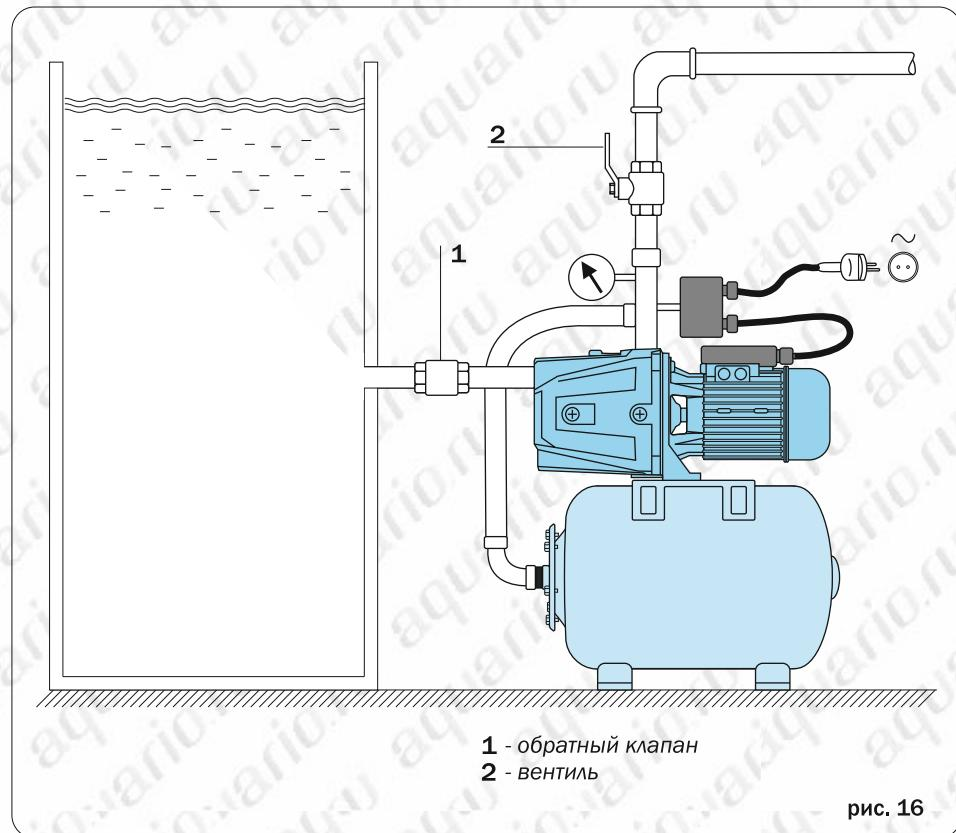

рис. 16
- В случае работы насоса с подпором (вода сама поступает в насос из магистрали или емкости) также необходима установка обратного клапана на всасывающей магистрали сразу же на входе в насос. Рис. 16.